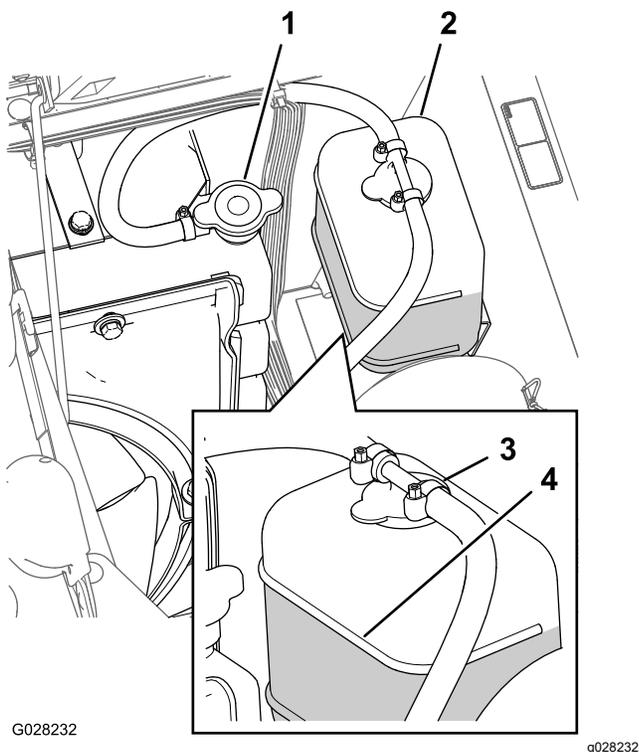

图 93
3. 小心拆下散热器盖和膨胀水箱盖图 93。
注意 散热器中的冷却液应添加至加油颈的顶部而膨胀水箱中的冷却液应添加至水箱上的“已满”标记处图 93。
5. 如果冷却液液位较低请拆下膨胀水箱盖和散热器盖然后将膨胀水箱添加至“已满”标记处将散热器添加至加油颈的顶部图 93。
6. 安装散热器盖和膨胀水箱盖图 93。
2. 发动机冷却后拆下散热器盖图 93。
6. 拆下散热器盖图 93。
8. 在散热器上的盖子松开的情况下启动发动机 图 93。
10. 冷却液变热之后把冷却液液位添加至盖子的密封面处盖紧盖子 (图 93)。
11. 打开膨胀水箱盖向水箱添加冷却液至“冷”位置 图 93。